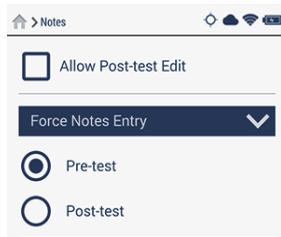

图 2-32 强制输入注释选项
2. 点击**Force Notes Entry**（强制输入注释）栏，以显示其选项（参见第48页的图 2-32）。